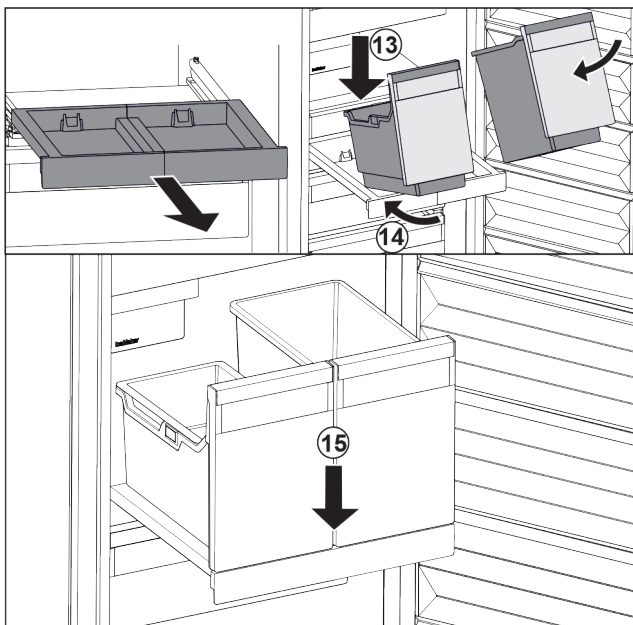

Fig. 145
- ▶ Наклоняя вниз, установите контейнеры на выдвижную панель. Fig. 145 (13)
- ▶ Вставьте контейнеры, наклоняя вниз, назад. Fig. 145 (14)
- ▶ Снимите контейнеры спереди. Fig. 145 (15)